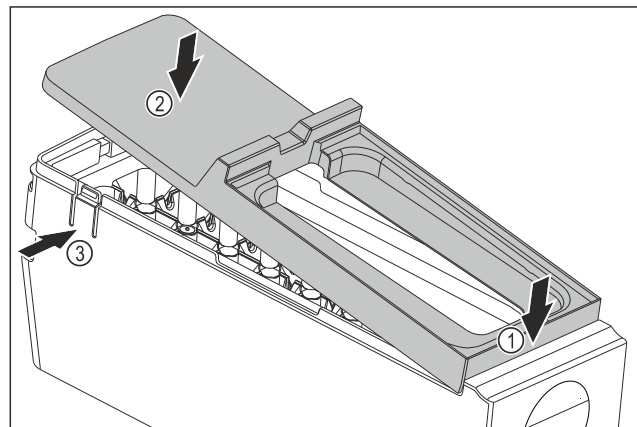

Fig. 115
- ▶ Afdekking van de EasyTwist-Ice-corpus monteren: Afdekking voor bevestigen. Fig. 115 (1)
- ▶ Afdekking achter neerlaten. Fig. 115 (2)
- ▷ Afdekking klikt hoorbaar in beide strips Fig. 115 (3) vast.